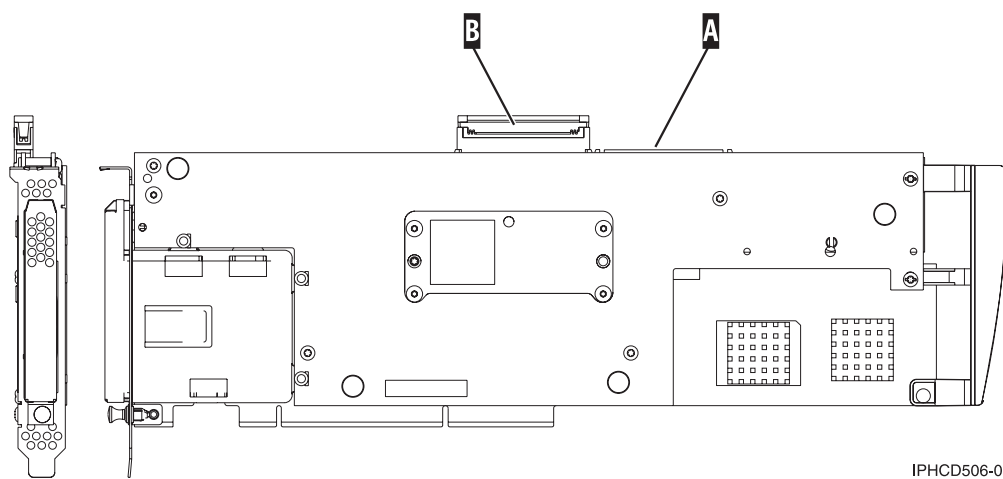

Figure 24. 5708, carte d'entrée-sortie d'antémémoire d'écriture auxiliaire
2. Connectez le câble au port SCSI **A** de la carte d'antémémoire d'écriture auxiliaire. Pour plus d'informations, voir figure 24, à la page 103.